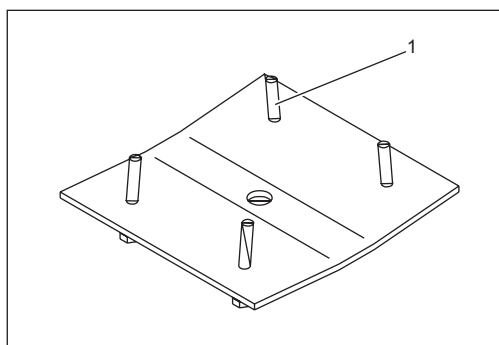

Fig. 5:
- Tornillos de ajuste precolocados (Fig. 5/1)